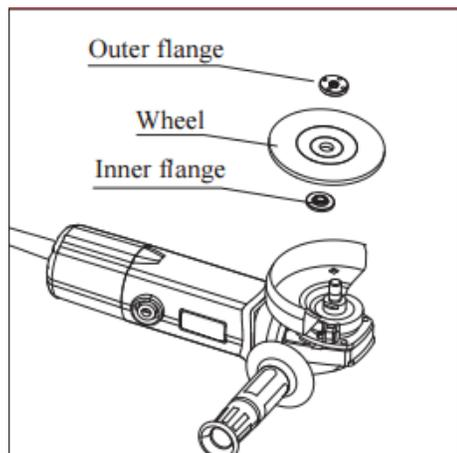

Imagen 4
- * **Montar y desmontar disco:** Equipar la placa de presión hacia abajo sobre el eje de salida, después equípe el disco de esmeril en la placa de presión, atornillar la placa de presión superior en el eje de salida (Imagen 4).